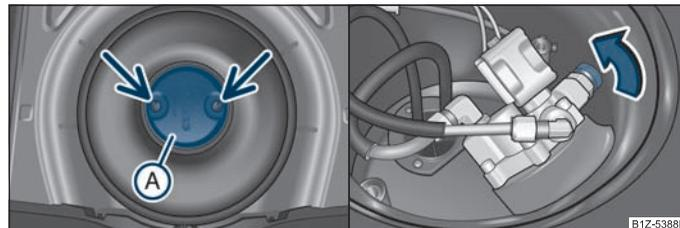

Fig. 1 Depósito de GLP/Cerrar la válvula mecánicamente bloqueable
- Afloje los tornillos de la cubierta **A** de la válvula multifunción ⇒ fig. 1 y retire la cubierta.
- Cierre la válvula mecánicamente bloqueable ⇒ fig. 1 - lado derecho, girándola hasta el tope en la dirección de la flecha.